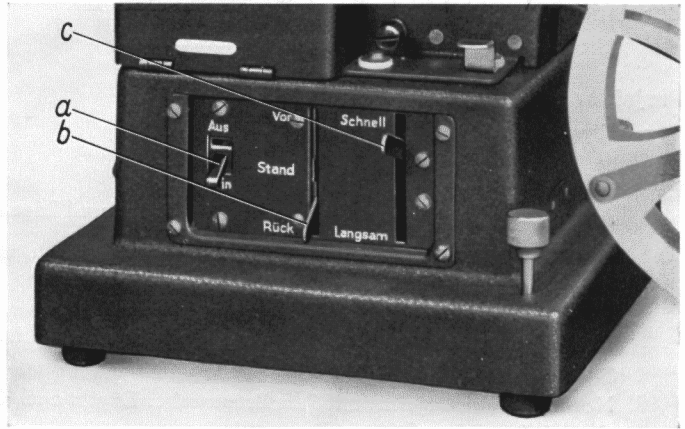

Bild 4. Sockel des Projektors mit Schaltplatte.
Kippschalter (a in Bild 4) umlegen.
**Steuerhebel (b in Bild 4) muß auf „Stand“ stehen!**
Kippschalter (a in Bild 4) umlegen. Steuerhebel muß auf „Stand“ stehen!
(Siehe b in Bild 4.)
durch Verschieben des Stellhebels (c in Bild 4).